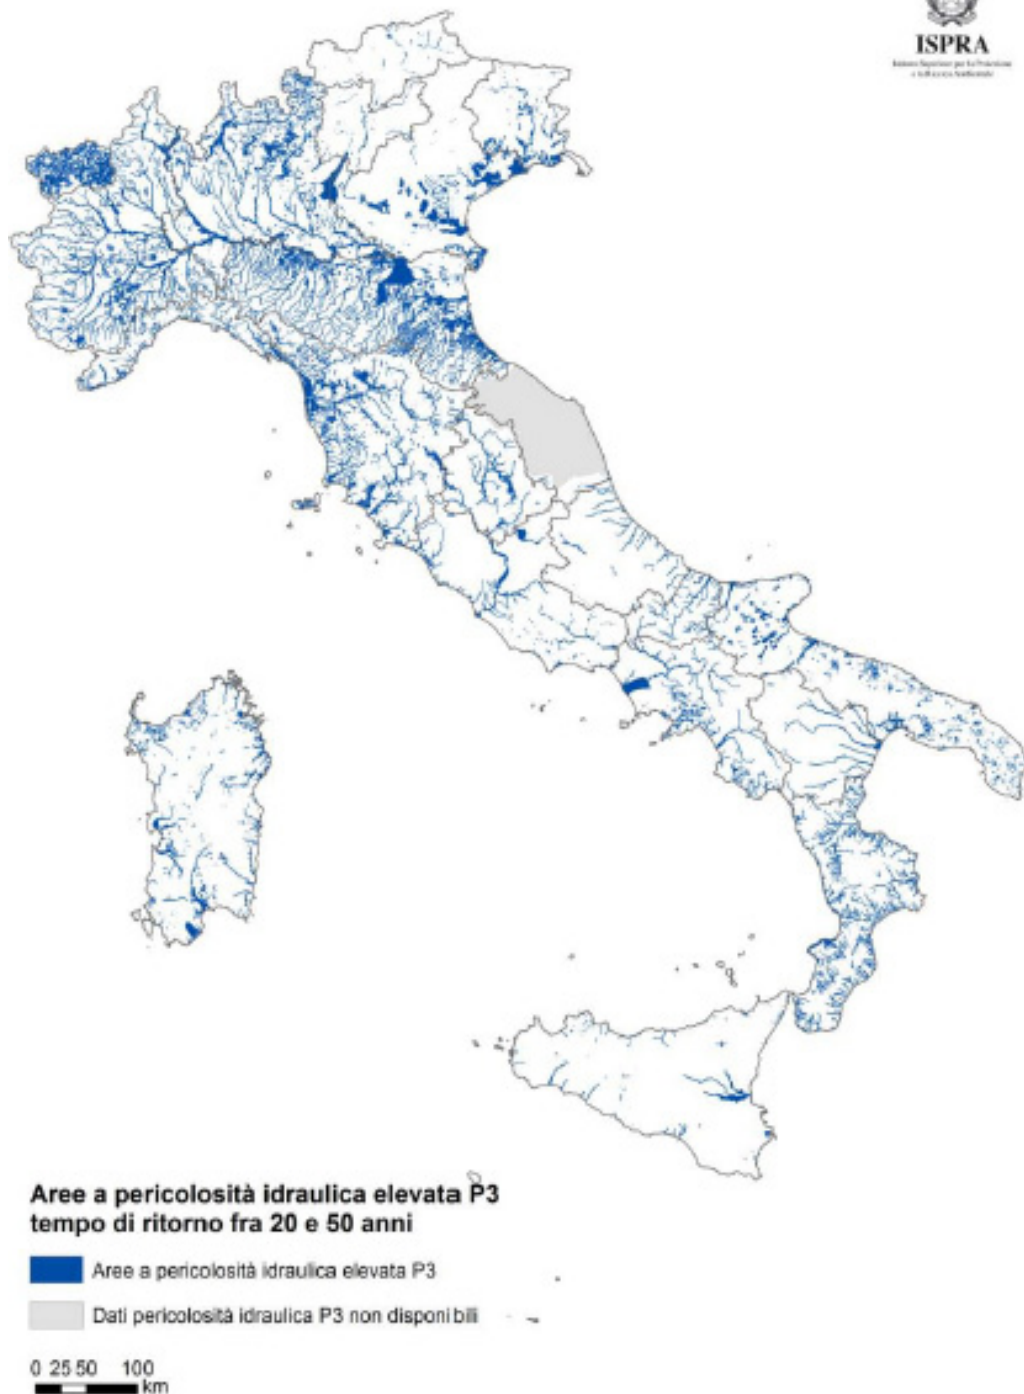

Fig. 5: Mappa relativa alla pericolosità idrogeologica (Fonte: ISPRA).
- Mappe relative alla pericolosità idrogeologica (Fig.5)